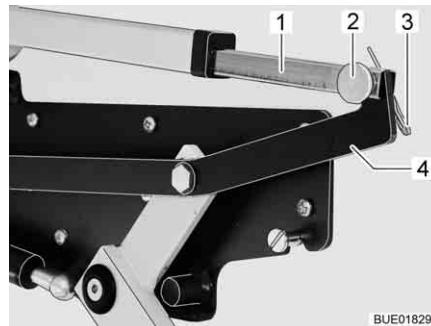

Fig. 140 Accionamiento para cama elevada
- Separar la unión entre la barra de empuje (Fig. 140,1) y la palanca (Fig. 140,4). Para ello, extraer la clavija hendida (Fig. 140,3) y el pasador (Fig. 140,2).